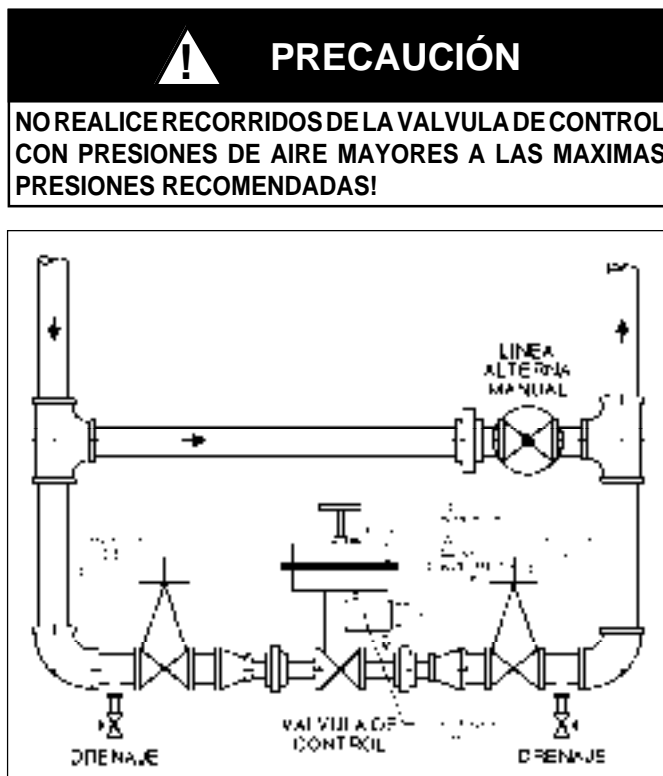

Figura 5: Arreglo con Doble Válvula de Bloqueo y Línea Alterna
2. Se recomienda realizar la puesta en marcha en un modo "manual". Este procedimiento asume la utilización de doble válvula (de aislamiento) y válvula en la línea alterna para una estación con válvula de control. Ver la Figura 5.